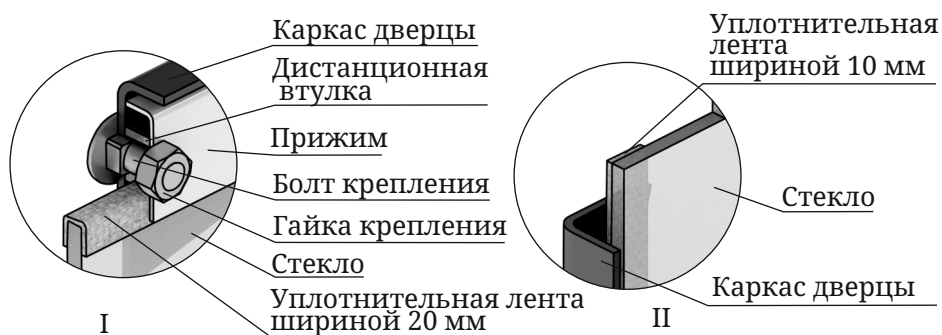

Рисунок 20. Крепление светопрозрачного экрана дверцы модификации «Витра»
4. Вставьте стекло в упор, при этом лента, наклеенная с боковых сторон (вертикальная), должна быть зажата между стеклом и каркасом дверцы (рисунок 20.И).
Внимание! Гайки, фиксирующие прижим, накручиваются на болты крепления через дистанционные втулки (рисунок 20.И).